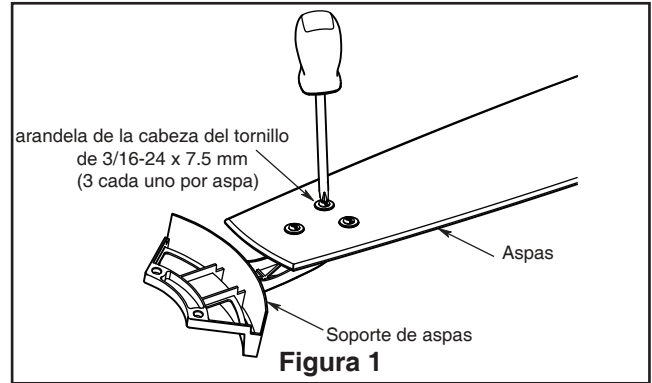

Figura 1
1. Retire uno de los dos tornillos de reborde de la abrazadera para colgar. Afloje el segundo tornillo de reborde sin retirarlo del todo. Ensamble la base girando el chavetero de la base sobre el tornillo de reborde de la abrazadera para colgar. Ajuste el tornillo de reborde. Ensamble por completo el segundo tornillo de reborde que antes había retirado y ajústelo. (Figura 1)
1. Coloque el aspa sobre el soporte de aspas con los pilotes roscados a la vista. Asegúrese de que la parte inferior del aspa se encuentre bien apoyada sobre el soporte. Con un destornillador Phillips, fije los tornillos con cabeza de arandela de 3/16-24 x 7.5 mm para asegurar la placa en el brazo de sujeción de las palas. (Figura 1)